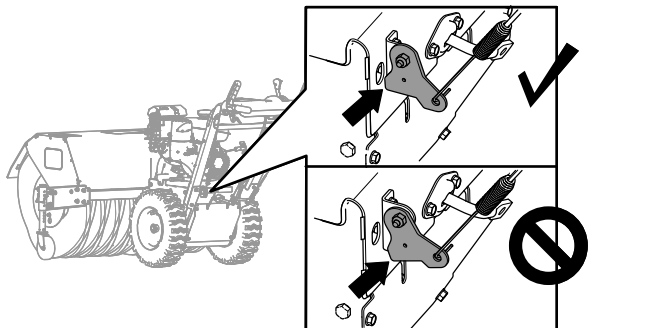

Figura 33
- Compruebe el espacio entre el extremo inferior del soporte del cable de tracción y la placa superior de la máquina (Figura 33).